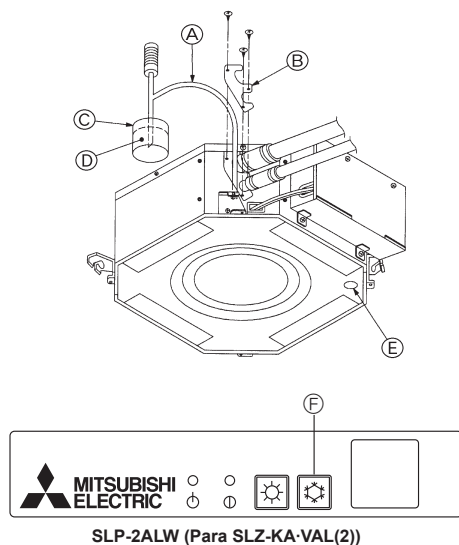

Fig. 9-5
9.4.1. Para el controlador remoto inalámbrico (Fig. 9-5)